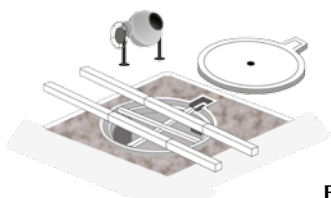

Fig. 4a
1. Fissare il telaio applicando il prodotto di fissaggio (malta cementizia) fino al rifiuto (la malta cementizia deve traboccare dalle asole del telaio e fino ad un'altezza di 3 cm dal bordo del telaio). Non riempire tutto il volume della casseratura, ma lasciare 3 cm per l'asfaltatura! (fig 4A)
1. Secure the frame by applying the product (cement mortar). Allow the cement mortar to overflow the slots in the frame up to a height of 3 cm from the edge of the frame. Do not fill the whole formwork area, but leave 3 cm for the asphalt! (Fig. 4A) (fig 4A)
1. Fixer le cadre en appliquant le produit de fixation (laitier de ciment) jusqu'à l'épout (le mortier doit déborder des bords du cadre et jusqu'à une hauteur de 3 cm du bord du cadre). Ne pas remplir tout le volume du coffrage, mais laisser 3 cm pour l'asphaltage ! (fig. 4A)